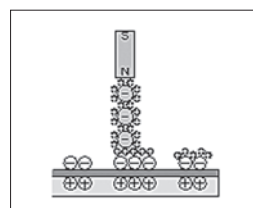

図3
- (3)現像：鉄粉とトナーを混ぜた磁気ブラシで感光体をなぞると、文字や絵が浮かびあがります(図3)。